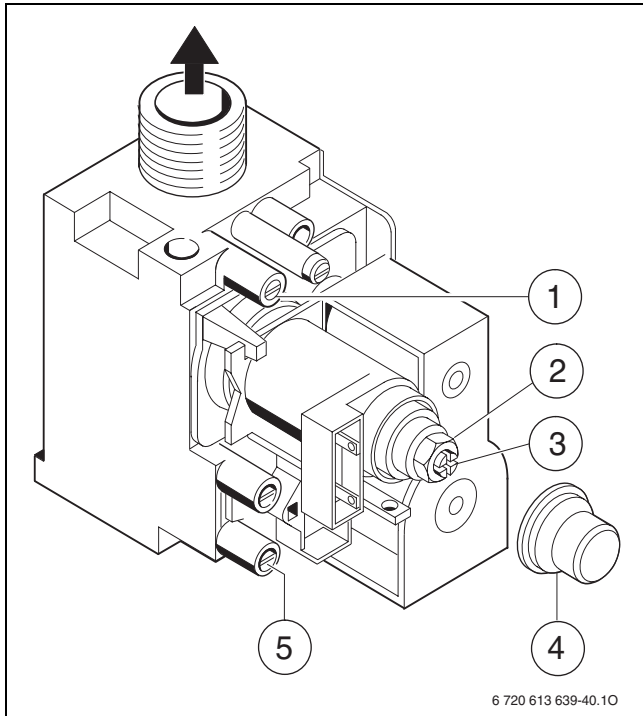

Fig. 42 Válvula de gas
- ▶ Aflojar el tornillo obturador del racor de medición de presión de quemador (→ fig. 42 [1]) y conectar el manómetro.
- ▶ Desmontar el capuchón (→ fig. 42 [4]).
- ▶ Determinar la presión de quemador “máx.” indicada en la tabla de página 61. Ajustar la presión con el tornillo de ajuste de caudal máx. de gas (→ fig. 42 [2]). Girando a derechas aumenta el caudal de gas, y vice-versa.
- ▶ Determinar la presión de quemador (mbar) “mín.” indicada en la tabla de página 61. Ajustar la presión de quemador con el tornillo de ajuste de caudal mín. de gas (→ fig. 42 [3]).
- ▶ Aflojar el tornillo de estanqueidad en la toma de medición de presión de entrada de gas (→ fig. 42 [5]) y conectar el manómetro.
- ▶ Determinar el caudal de gas “máx.” indicado en la tabla de página 61. Ajustar el caudal de gas según el contador de gas con el tornillo de ajuste de caudal máx. de gas (→ fig. 42 [2]). Girando a derechas aumenta el caudal de gas, y viceversa.
- ▶ Determinar el caudal de gas “mín.” indicado en la tabla de página 61. Ajustar el caudal de gas, según el contador de gas, actuando sobre el tornillo de ajuste de caudal mín. de gas (→ fig. 42 [3]).